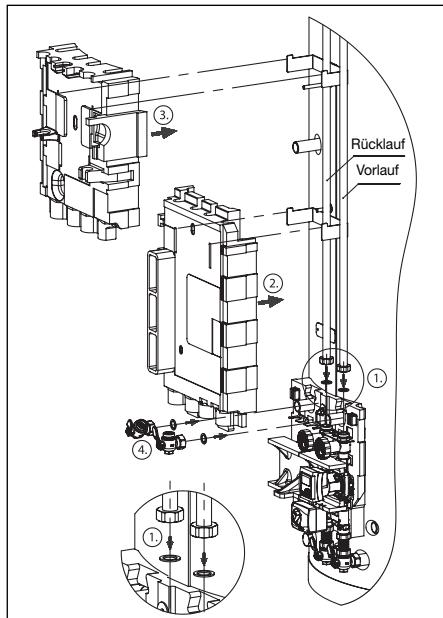

Abb. 11 Montage Wärmedämmungen
- Die Heizkreisgruppe über den Speicher hinaus verrohren (Abb. 11 Punkt 1), bzw. Anschlussset Art. – Nr. 138 35 80 und für den optionalen zweiten Heizkreis Art.-Nr. 138 35 81 nutzen.